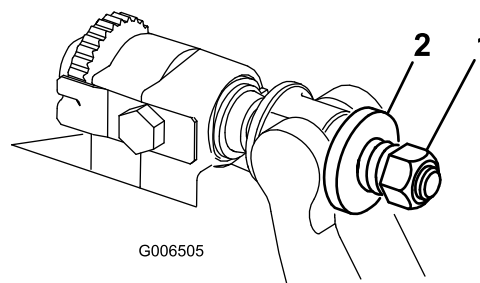

Figura 29
4. Aperte a porca da mola tensora até que a mola fique recolhida; em seguida, desaperte meia volta (Figura 29).